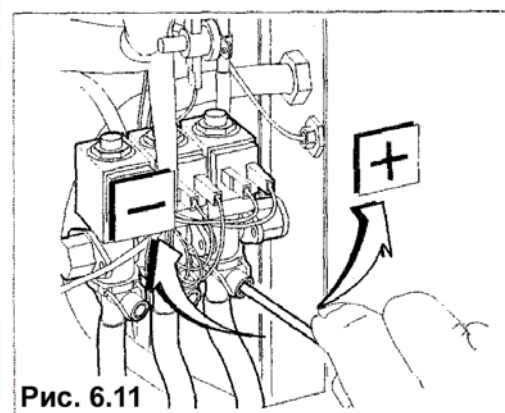

Рис. 6.11
- Чтобы добиться хорошего прополаскивания стаканчиков, можно покрутить винт регулировки скорости и затем проверить правильность дозировки (рис. 6.11).